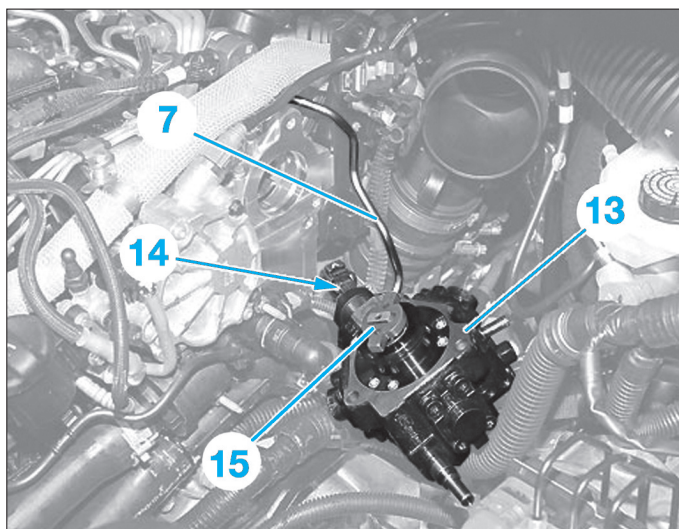

Fig. 33
- Débrancher le connecteur (14) (Fig.33).